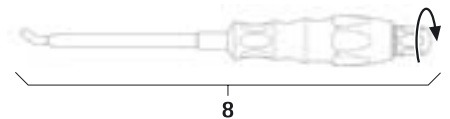

Fig. 8
- Montar o instrumento introdutor de barras 8, ver Fig. 8.